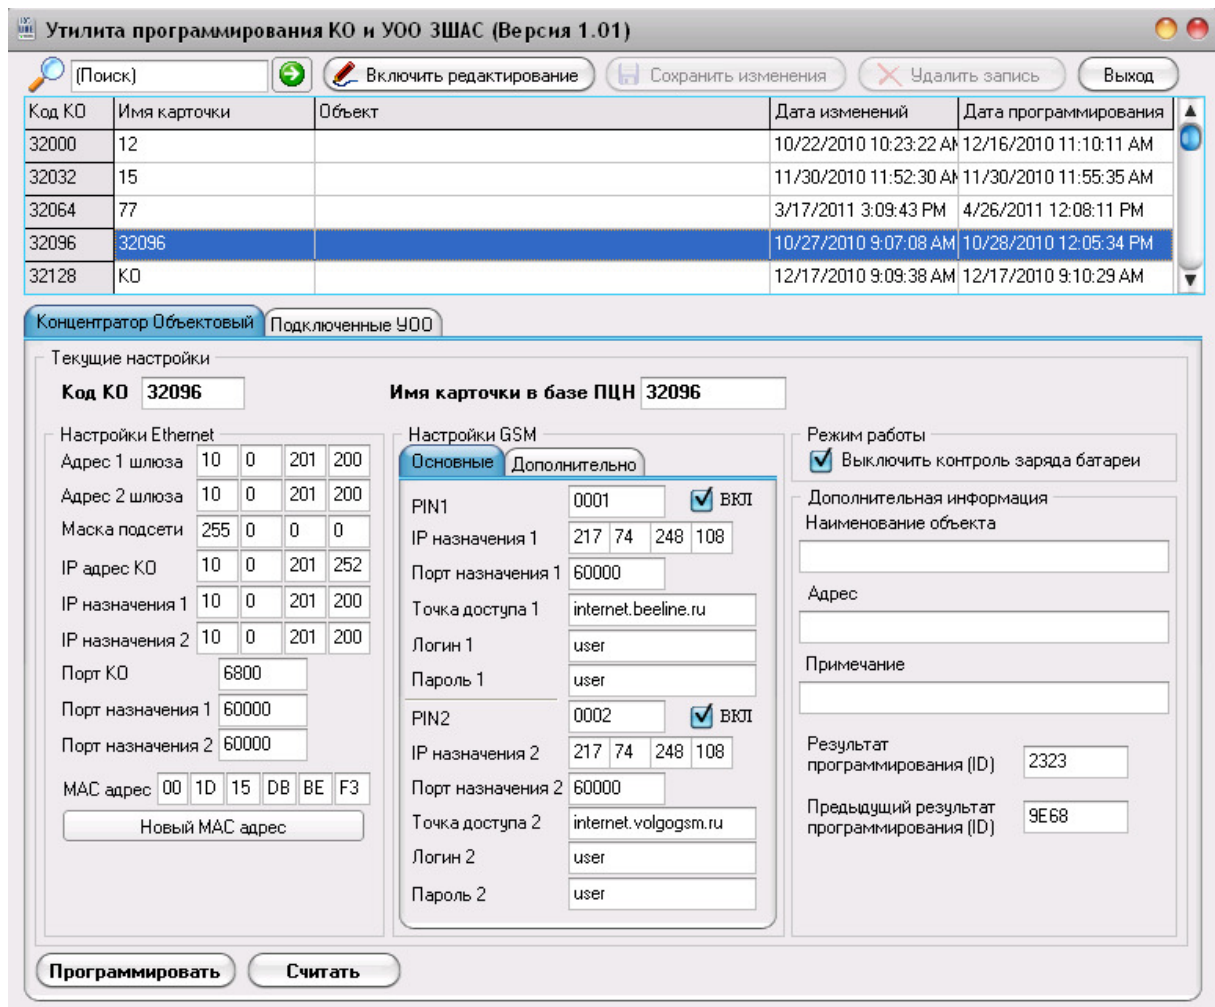

Рисунок 2. Окно программы ProgKO\_LINE.exe.
6.4. На компьютере запустите утилиту «ProgKO\_LINE.exe» (рисунок 2).